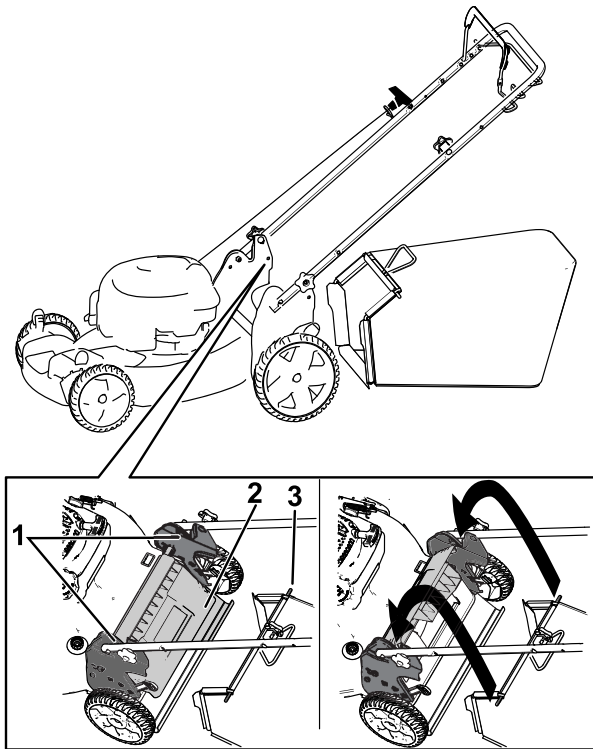

Bild 20
1. Heben Sie die hintere Klappe an und halten Sie sie hoch (Bild 20).